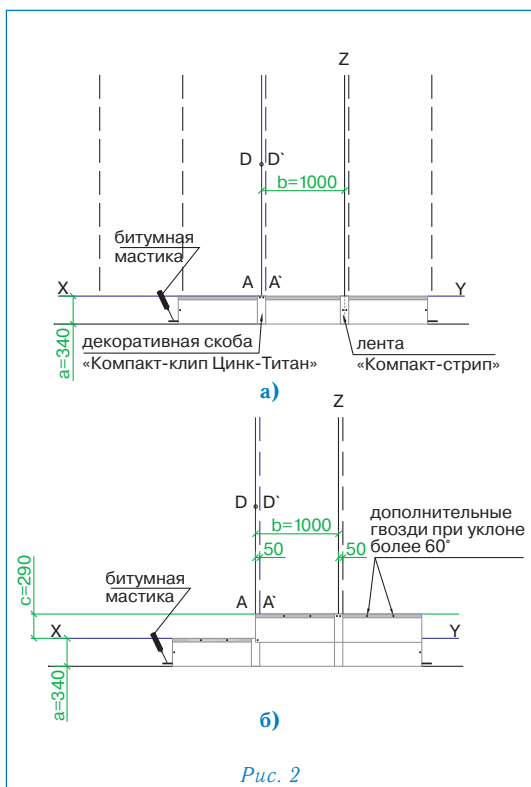

Рис. 2
Укладка материала (рис. 2)
- укладка черепицы начинается от линии AD, при этом ее верхний край выравнивается по линии XY (рис. 2а);
- листы первого ряда укладываются встык и фиксируются двумя гвоздями по центру коротких сторон на расстоянии 2 см от края (рис. 2а);
- правая сторона скобы «Компакт-клип Цинк-Титан» выравнивается по линии A'D' и фиксируется двумя гвоздями через специальные отверстия (рис. 2а);
- листы второго ряда черепицы укладываются от линии AD, их нижний край выравнивается по линии, параллельной XY; каждый лист фиксируется двумя гвоздями в 2,5 см от нижней стороны; стыки закрываются декоративными скобами «Компакт-клип Цинк-Титан», которые также фиксируются двумя гвоздями (рис. 2б);
Каждый лист ПРЕСТИЖ НОВЫЙ РИМ ЦИНК-ТИТАН закрепляется четырьмя гвоздями, в соответствии с рекомендациями, приведенными выше (рис. 2б).
При укладке материала на скатах с уклоном более 60° каждый лист дополнительно фиксируется двумя гвоздями в верхней части (рис. 2б).